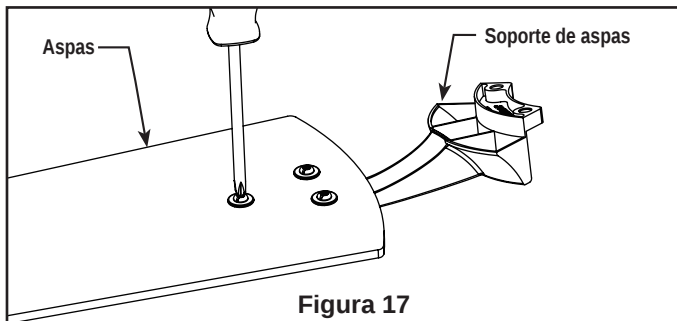

Figura 17
- ☐ 3. Coloque el aspa sobre el soporte de aspas con los pilotes roscados a la vista. Asegúrese de que la parte inferior del aspa se encuentre bien apoyada sobre el soporte. Con un destornillador Phillips, fije los tornillos con cabeza de arandela de 3/16-24 x 7.5 mm para asegurar la placa en el brazo de sujeción de las palas. (Figura 17).